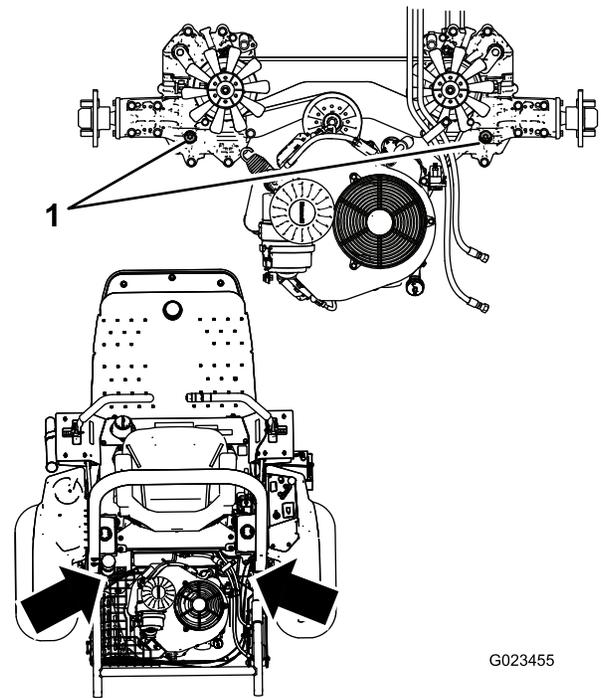

图73
**注意：**要让油更快速地流入系统，可以拆下每个静液压传动装置顶部的塞子（图73）。当油开始从孔中流出时，安装上塞子并持续为油箱加油，直到达到正确的油位。